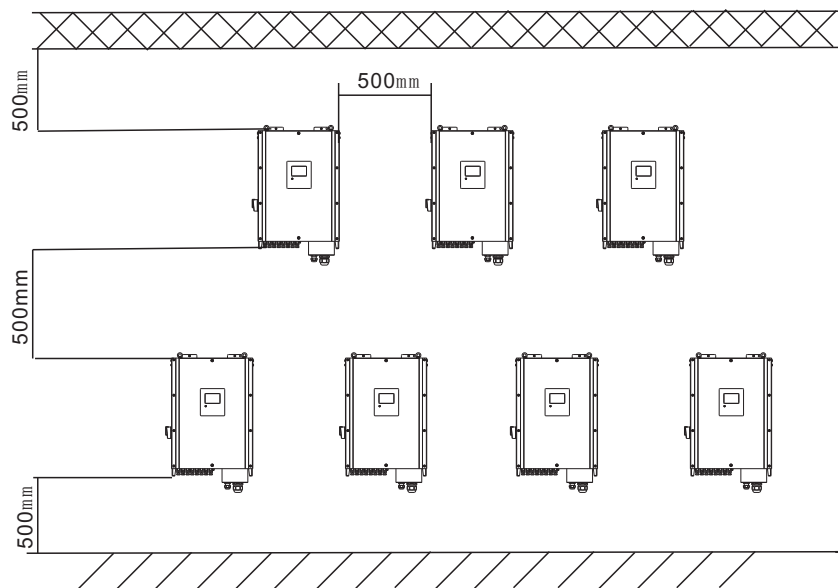

图3-8
C. 在同一平面安装多台逆变器时，逆变器与逆变器之间安装距离参数如图3-8所示。